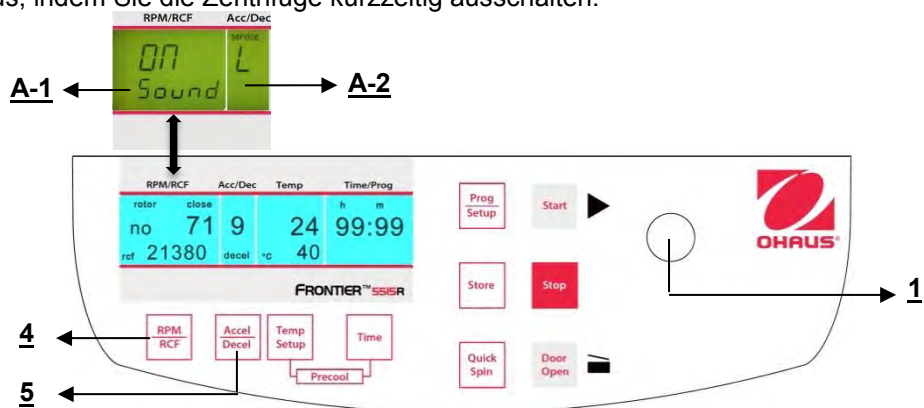

Abbildung. 33
Fahren Sie fort wie unter Punkt 4.1.2 beschrieben, um in den Programmmodus einzutreten und drücken Sie dann die Taste "**Accel/Decel**" (5). Auf der Anzeige blinkt "**Acc/Dec**" (A-2) das Wort "**Service**". Wählen Sie nun den Buchstaben "**L**" mit Hilfe des Anpassungsknopfes (1). Als Ergebnis erscheinen die Worte "**On Sound**" auf der Anzeige "**RPM | RCF**" (4). Wenn Sie die Taste "**RPM | RCF**" (4) nun drücken, blinkt das Wort "**On**" und Sie können den Ton mit dem Anpassungsknopf (1) umschalten (siehe Abbildung 33).